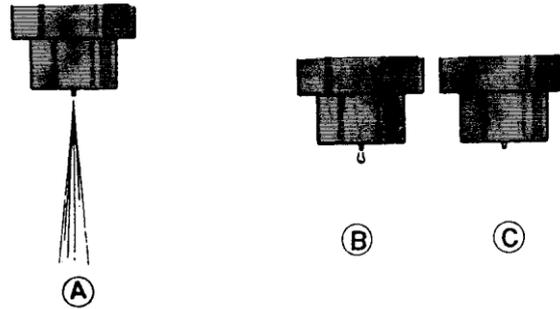

Fig.15
Après une pulvérisation (A) (fig.15) sur pompe à tarer ou sur banc d'essai, aucune gouttelette ne doit apparaître au nez de l'injecteur. (B) = Injecteur douteux (C) = Injecteur en parfait état.